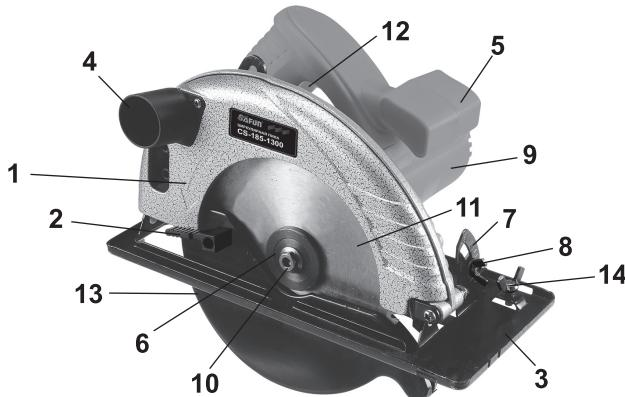

рис.1
1.6 Общий вид пилы представлен на рис.1
1.7 Пила состоит из коллекторного двигателя в пластиковом корпусе (рис.1 поз.9) с рукояткой (рис.1 поз.14) и металлического редуктора, совмещённого с верхним неподвижным кожухом (рис.1 поз.1). Крутящий момент с якоря электродвигателя, через шестерню, передаётся на шпиндель, соосный с электродвигателем. На шпиндель пилы, между опорным и зажимным (рис.1 поз.6) фланцами крепится пильный диск (рис.1 поз.11). Это основной рабочий инструмент пилы. Корпус пилы закреплён на металлической опорной (или направляющей) плате (подошве). Подошву можно наклонить и, тем самым, задать угол распила. Глубина погружения диска также регулируется. На передней кромке направляющей плиты (подошвы) имеются целики, которые упрощают распил по линии использования упоров.
1.8 Клавиша выключателя (рис.1 поз.12) расположена в нижней части рукоятки. Включение пилы осуществляется нажатием на клавишу выключателя (рис.1 поз.12) указательным пальцем после нажатия и удержания кнопки блокировки большим пальцем. Пила отключается при отпускании клавиши выключателя, при этом кнопка блокировки (со щелчком) возвращается в исходное положение.
- открутить накидным ключом винт крепления диска (рис.1 поз.10), снять прижимной фланец (рис.1 поз.6);
- переместить вверх за рычаг (рис.1 поз.2) нижний подвижный кожух, снять пильный диск (при замене);
2.2.3 При необходимости изменения глубины пиления, ослабить винт фиксации глубины пропила, выставить направляющую (опорную) плиту (рис.1 поз.3) по шкале в нужное положение и зафиксировать в выбранном положении, закрутив винт.
- ослабить винты (рис.1 поз.8) фиксации угла наклона (с двух сторон);
- подняв за рукоятку двигатель с диском, выставить по шкале кронштейна (рис.1 поз.7) необходимый угол пиления;
2.2.5 При необходимости отпиливания заготовок строго определённой ширины, установите параллельный упор - линейку. Упор вставляется в отверстия направляющей плиты (справа или слева) и крепится винтом (рис.1 поз.14).
ВНИМАНИЕ! Не фиксируйте нижний подвижный кожух (рис.1 поз.13) в открытом положении. Это может привести к заклиниванию диска, а также к травмам и повреждениям. Кожух будет автоматически сдвигаться при подаче заготовки.